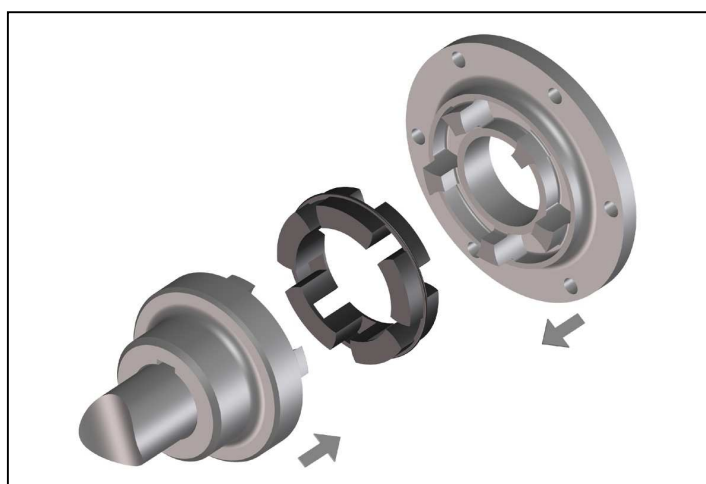

Bild 6
- Schieben Sie das Wellenende mit der montierten Kupplungshälfte und den Kupplungsflansch zusammen (Bild 6).